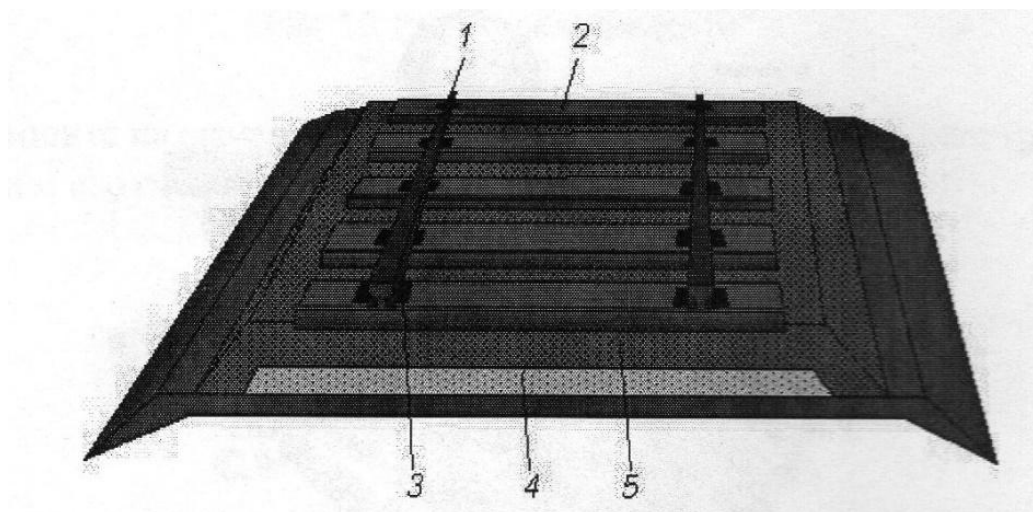

Рис. 31. Поперечный профиль земляного полотна
1. Дайте определение и характеристику поперечного профиля верхнего строения железнодорожного пути, укажите наименования позиций 1-5, представленных на рис. 31.